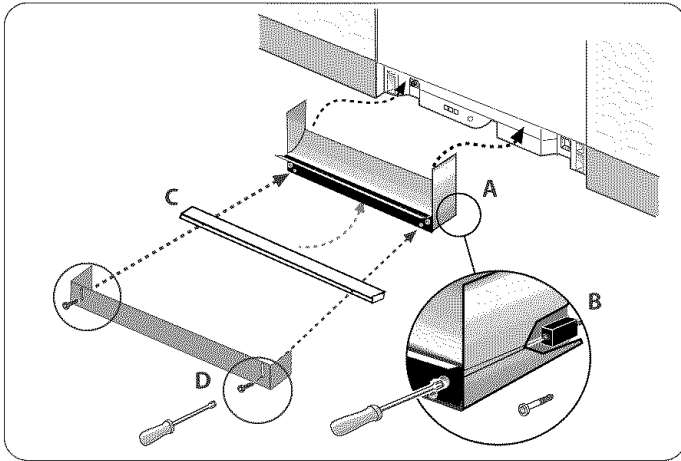

Ilustración 31
- 1) Acomode la Pieza Base introduciéndola por debajo y hacia arriba del panel inferior delantero de la lavadora, como muestra la Ilustración 31, letra A.
- 2) Introduzca los tornillos (Ilustración 1, artículo O) en la Pieza Base, tal como indica la letra B en la Ilustración 31. Apriete los tornillos de la Pieza Base.
- 3) Extienda la Tira Aislante de Algodón (Ilustración 1, artículo C) debajo del aparato, entre la cara inferior de la Pieza Base y el piso, tal como indica la letra C en la Ilustración 31.
- 4) Acomode el panel de pie sobre la Tira Aislante de Algodón y utilice los tornillos (Ilustración 1, artículo N) para sujetarlo en su sitio, tal como indica la letra D en la Ilustración 31.